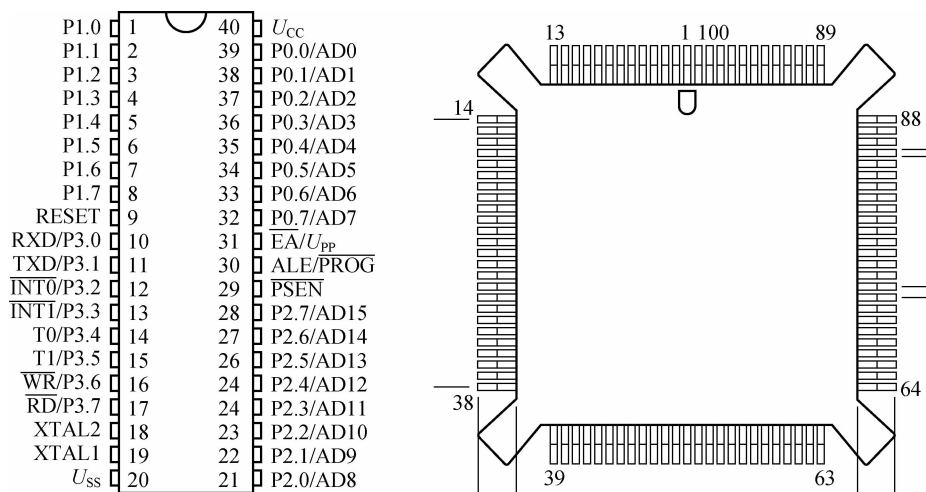

图 3-11 双列直插式和扁平式集成电路引脚排列
(4)双列直插式和扁平式集成电路引脚排列如图 3-11 所示,将 IC 水平放置,引脚向下,即其型号、商标向上,定位标记在左边,从左边第一根引脚数起,按逆时针方向,依次为①脚、②脚、③脚……,扁平式集成电路的引脚识别方向和双列直插式 IC 相同。